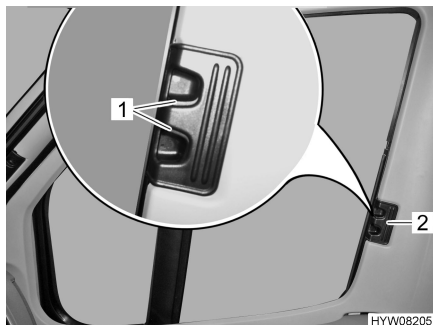

Bild 9 Lås för plisségardiner förar-/passagerarfönster
- Ta tag i plisségardinens handtag (Bild 9,2) och skjut in så långt det går.
- Låt låshandtagen (Bild 9,1) haka fast.